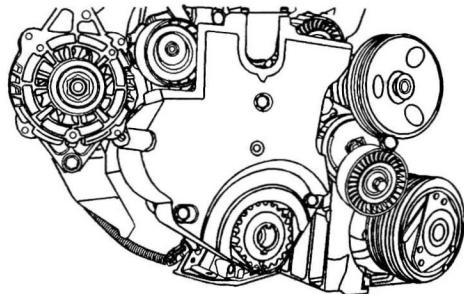

图 1-3-11 紧固正时皮带罩螺栓
14. 安装前上和前下正时皮带罩螺栓。将前正时皮带罩螺栓紧固至 $10N \cdot m$ （图 1-3-11）。